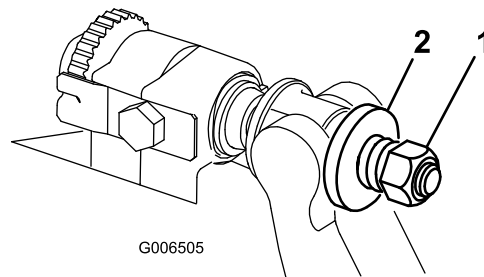

図 37
4. スプリングがつぶれるまでテンションナットを締め、そこから半回転戻す図 37。